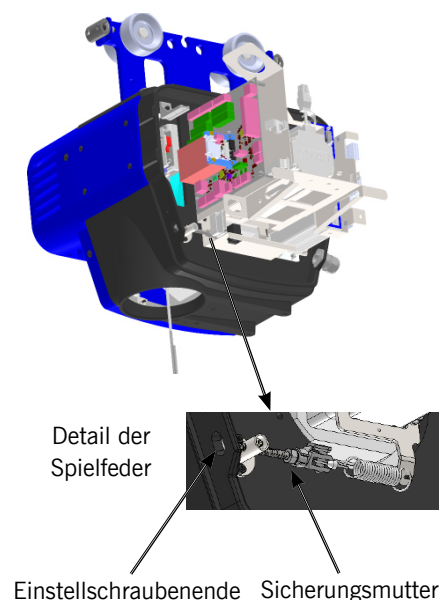

Abbildung 7-8.
2. Lokalisieren Sie die Spielfeder-Baugruppe (**Abbildung 7-8**).
4. Die Spielfeder wird mit einem M3-Innensechskantschlüssel eingestellt, der in das Ende der Einstellschraube eingeführt wird, wie in **Abbildung 7-8** dargestellt.